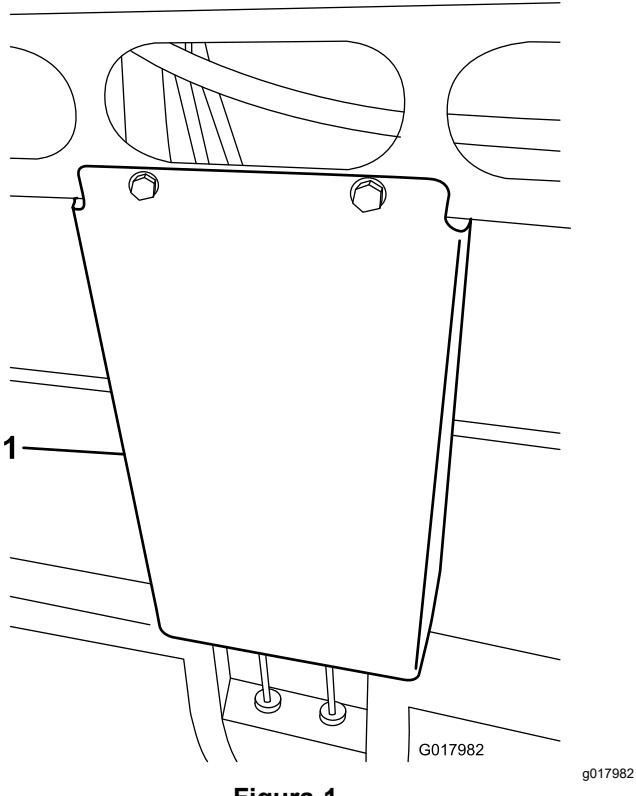

Figura 1
8. Retire el protector que cubre las mangueras hidráulicas, debajo de la parte central delantera de la máquina (Figura 1).